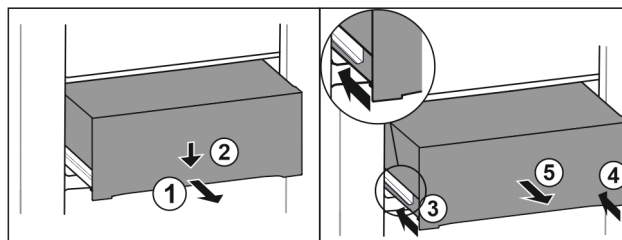

Fig. 103
- Изтеглете чекмеджето наполовина. Fig. 103 (1)
- Натиснете надолу чекмеджето от предната страна. Fig. 103 (2)
- Вкарайте лявата релса приблизително 2 cm навътре. Fig. 103 (3)
- Вкарайте дясната релса приблизително 2 cm навътре. Fig. 103 (4)
- Извадете чекмеджето напред. Fig. 103 (5)